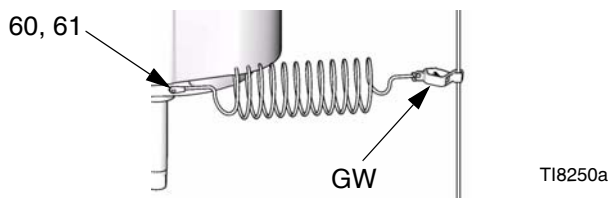

Рис. 2. Провод заземления
См. Рис. 2. Используйте заземляющий винт (60) и стопорную шайбу (61) для крепления детали № 244524 — заземляющий провод (GW) на задней части пневматического двигателя. Надежно затяните винт. Подсоедините другой конец провода к надежной линии заземления.